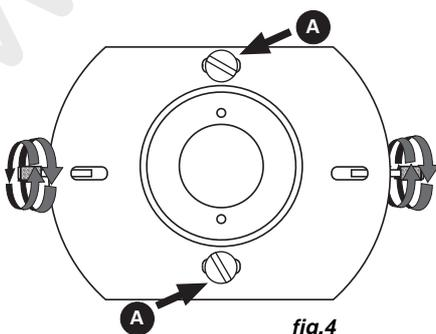

fig.4
5. **(Fig.4)** Aflojar los dos tornillos de fijación (A) y servirse de las perillas laterales para efectuar la alineación horizontal de la lámpara.